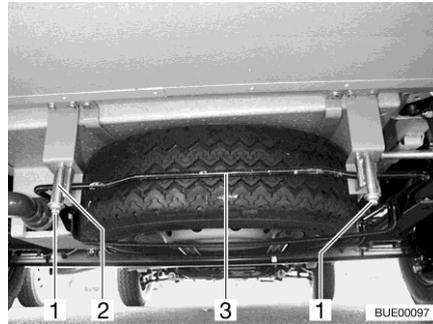

Fig. 202 Système de maintien de la roue de secours (panier)
- Desserrer les écrous (Fig. 202,1) des crochets arrière droit et gauche (Fig. 202,2) du système de maintien de la roue de secours.
- Pousser légèrement le tenon (Fig. 202,3) vers le haut. Tirer simultanément le crochet vers le bas et décrocher le tenon.